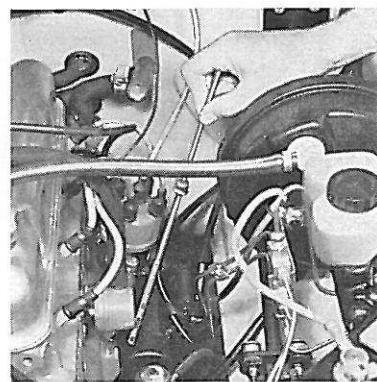

Figure 57. Jauge d'huile
1. Contrôler le niveau d'huile du moteur, lequel doit se trouver entre les repères maxi et mini de la jauge, (figure 57).